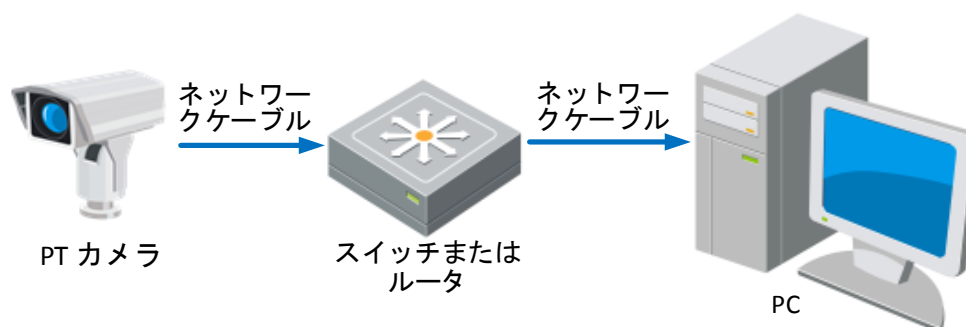

図 2-2 スイッチまたはルータ経由の接続
- ネットワーク測位システムをスイッチまたはルータを経由して LAN 接続する場合、図 2-2 を参照してください。